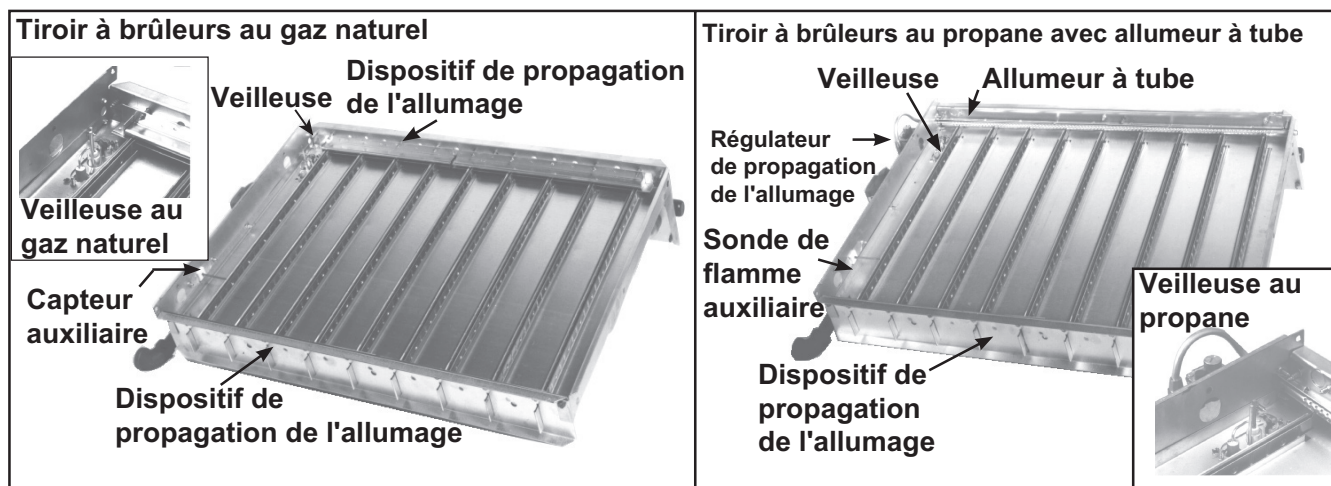

Figure 14. Tiroir à brûleurs typique avec veilleuse
- **Pilot:** La veilleuse (voir Figure 14) est un type vertical, à déflecteur et antipoussière. La flamme de la veilleuse doit être d'une longueur approximative de 1-1/4 pouces (31.75 mm). La pression de gaz doit être la même que celle de la conduite d'alimentation (reportez-vous à la section Pression d'alimentation de gaz). Le gaz qui alimente la veilleuse provient de la valve combinée; le débit de gaz de la veilleuse se règle par une vis de réglage située sur le bâti de la valve.